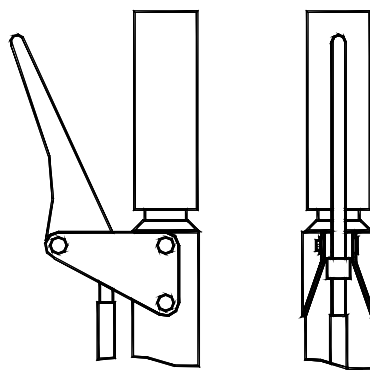
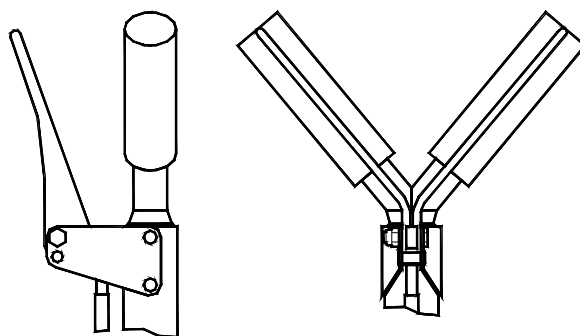

Рис.7
Рис.8
* Центральная ручка управления бывает двух видов - одинарная (Рис.7) и двойная (Рис.8)